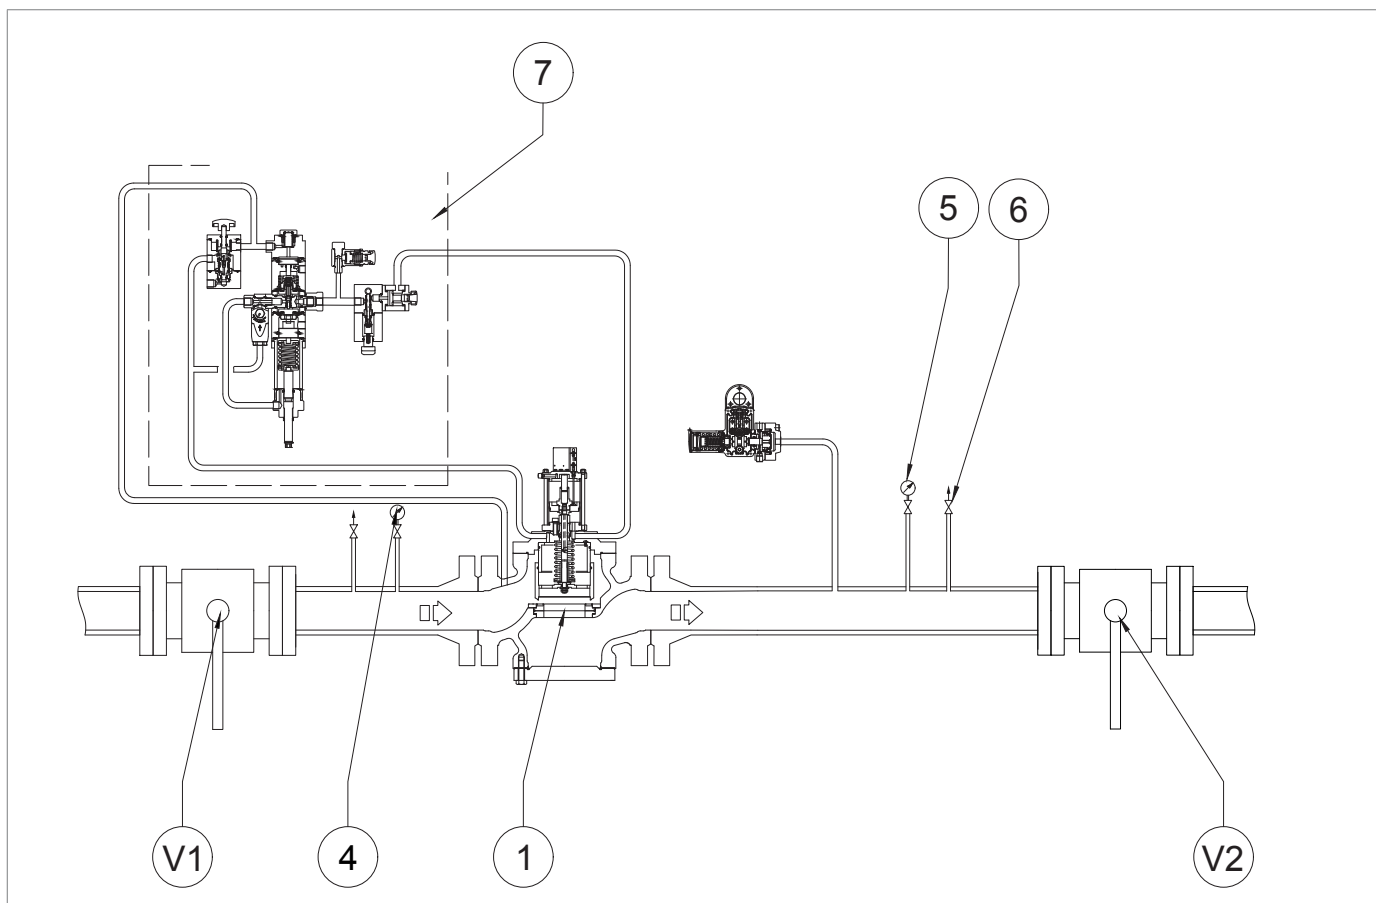

Fig. 8.11. Joint de fermeture du clapet de sécurité HBC 975
1	<p>Augmenter la pression en aval jusqu'à la valeur d'intervention du clapet de sécurité en agissant sur le régulateur principal, pour vérifier l'étalonnage correct.</p> <p>! AVIS !</p> <p>Vérifier la pression en se référant au manomètre (fig. 8.11, réf. 5) situé en aval du régulateur principal.</p> <p>Si le clapet de sécurité :</p> <ul style="list-style-type: none"> • intervient avant la valeur de pression attendue : visser (dans le sens horaire) l'écrou de la bague de réglage (13) de manière à comprimer davantage le ressort (11) ; • ne se déclenche pas à la valeur de pression réglée : dévisser (dans le sens antihoraire) l'écrou de la bague de réglage (13), de façon à décharger le ressort (11).
2	Réduire la pression de la section aval en ouvrant l'évent (Fig. 8.11, réf. 6) pour l'amener à la valeur d'étalonnage du régulateur principal.
3	Fermer l'évent (Fig. 8.11, réf. 6).
1	Ouvrir l'évent (Fig. 8.11, réf. 6) dans l'atmosphère et le laisser ouvert pour les étapes suivantes.
2	<p>Diminuer la pression aval à la pression minimale nécessaire au déclenchement du bloc en agissant sur le régulateur principal.</p> <div style="border: 1px solid blue; padding: 5px;"> <p>! AVIS !</p> </div> <p>Vérifier la pression en se référant au manomètre en aval (fig. 8.11 réf. 5).</p> <p>Si le clapet de sécurité :</p> <ul style="list-style-type: none"> • intervient avant la valeur de la pression prévue : dévisser (dans le sens antihoraire) l'écrou de la bague de réglage (15) de manière à détendre le ressort (17) ; • n'intervient pas à la valeur de pression prévue : visser (dans le sens horaire) l'écrou de la bague de réglage (15) de façon à comprimer davantage le ressort (17).
5	Ouvrir à nouveau l'évent (Fig. 8.11, réf. 6).
10	Fermer l'évent (Fig. 8.11, réf. 6).